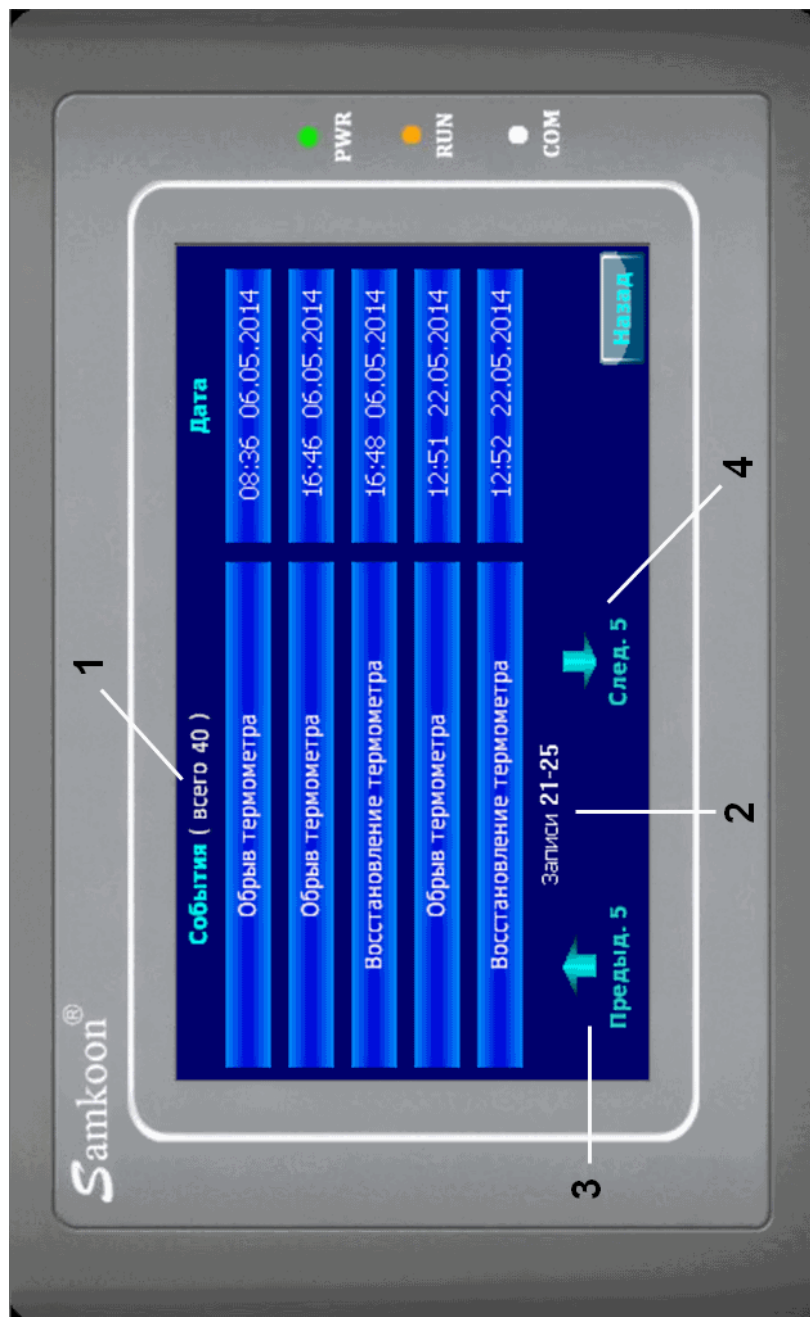

Рисунок 4. Экран журнала событий.
2.4 На экране журнала событий (рис. 4) одновременно отображаются пять записей. В колонку *События* выводятся названия событий, в колонку *Дата* - время и дата, когда данное событие зафиксировано.